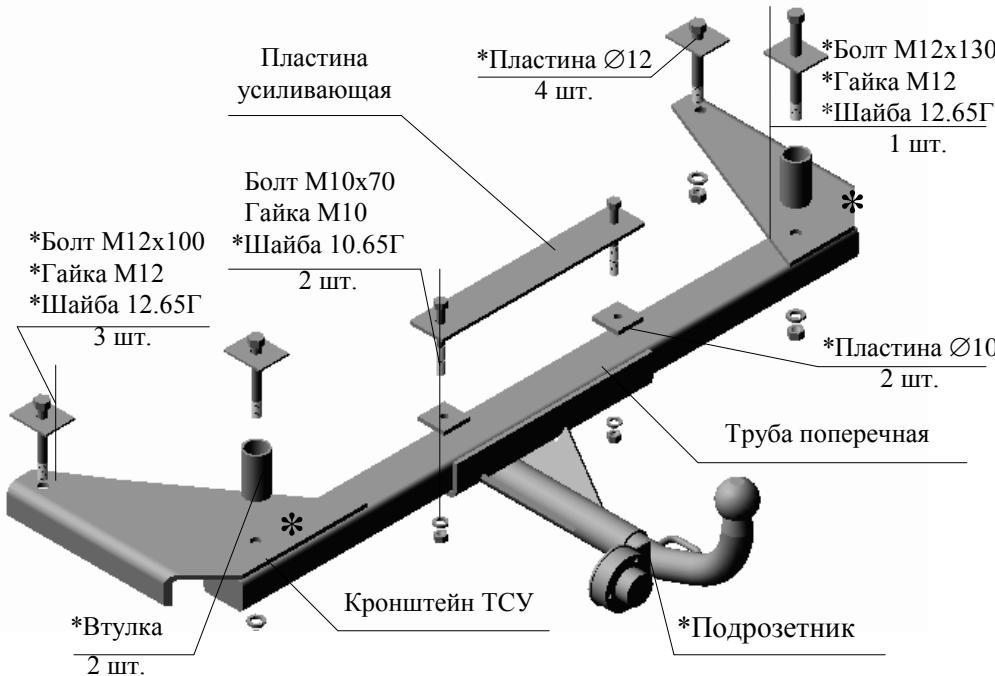

Рис.1 Тягово-сцепное устройство ТСУ 7410 ДЭУ.
2.1 ТСУ 7410 в сборе (рис.1)	1 шт.
2.2 Пакет с комплектующими (см. рис.1) Задний колпак	1 шт.
4.3 Прижать ТСУ кронштейнами к лонжеронам автомобиля, совместив задние отверстия кронштейнов ТСУ (на Рис. 1 отмечены \*) с технологическими отверстиями в лонжеронах.
Подвесить ТСУ на два болта (см. Рис. 1). Расположить пластины Ø12 между головками болтов и полом багажника.
4.5 Закрепить ТСУ тремя болтами M12x100 и болтом M12x130 в соответствии с Рис.1, расположив пластины Ø12 между пластины ТСУ и
4.6 Просверлить в полу багажника два отверстия Ø10,5...11 мм через трубу поперечную ТСУ под болты M10x80 в соответствии с Рис. 1, используя ТСУ, как кондуктор. Закрепить ТСУ двумя болтами M10x70, расположив пластины Ø10 между полом багажника автомобиля и трубой ТСУ, а усиливающую пластину - между головками болтов и полом багажника.